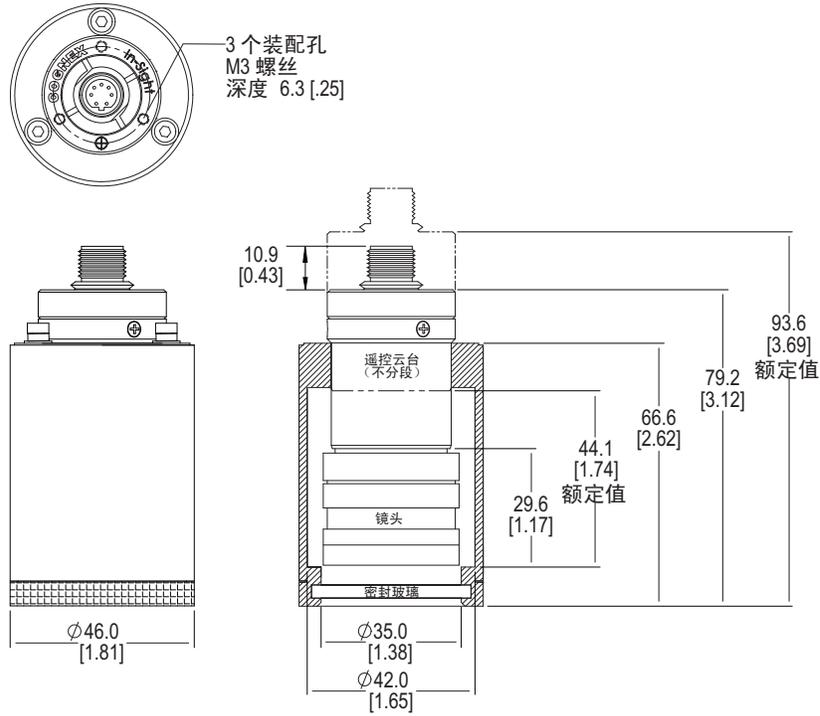

图 3-12: 分体式照相机外壳尺寸
1. 将分体式照相机托架（第 4 项）连接到安装面（请参见第 43 页中的图 3-12）。